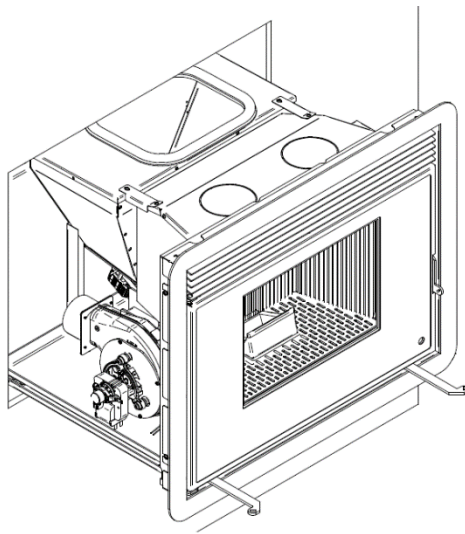

Figure 49 – Emplacement de l'extracteur
- L'extracteur se trouve sur le côté gauche de la machine (Figure 49) ;
- Pour nettoyer l'extracteur, il est nécessaire de démonter le couvercle avec le moteur, retirer les vis comme représenté sur la figure 49, avec un tournevis Phillips (PH2). On peut utiliser une brosse et un aspirateur pour éliminer toutes les salissures sur les parois de l'extracteur et les pales du rotor. Attention à ne pas endommager le joint - CO1206020000003 Joint pour extracteur VFC1-120.